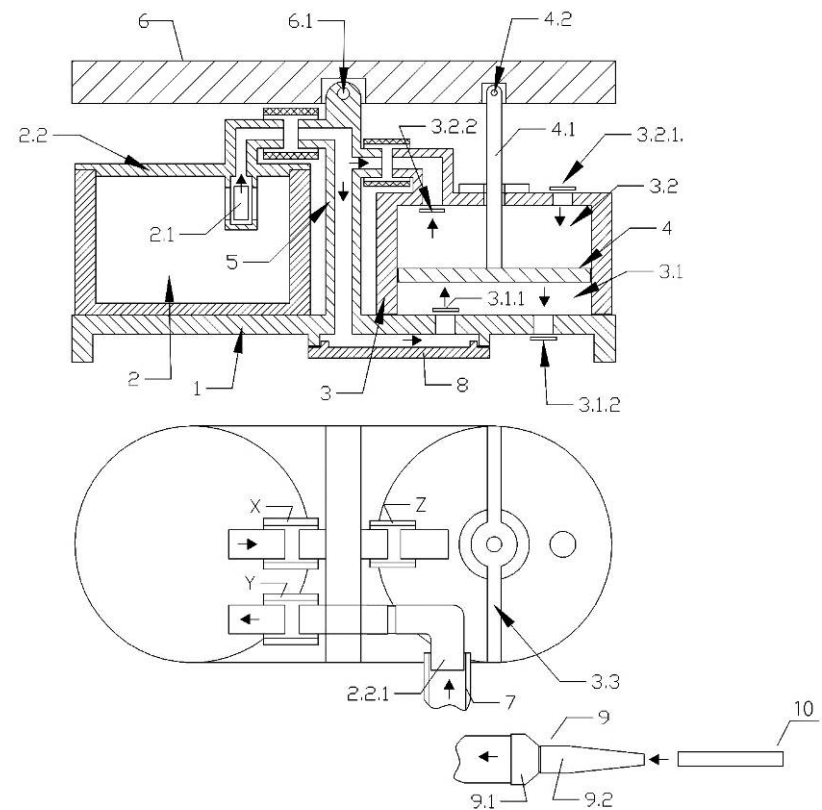

Рис. 1
4.1. Устройство аспиратора представлено на рис. 1.